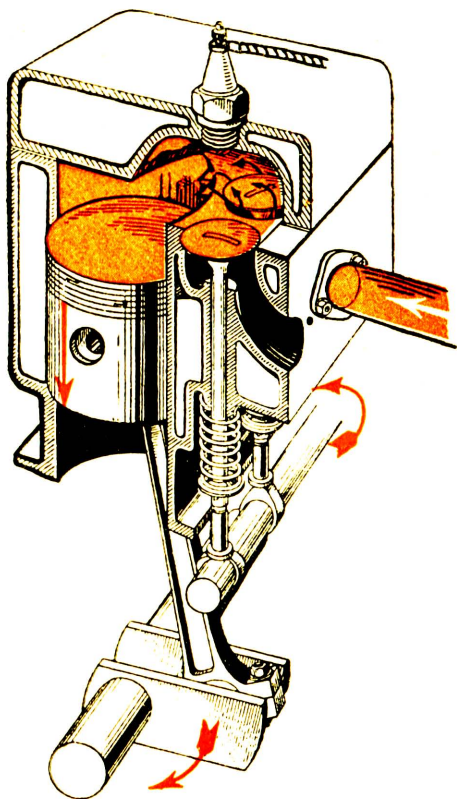
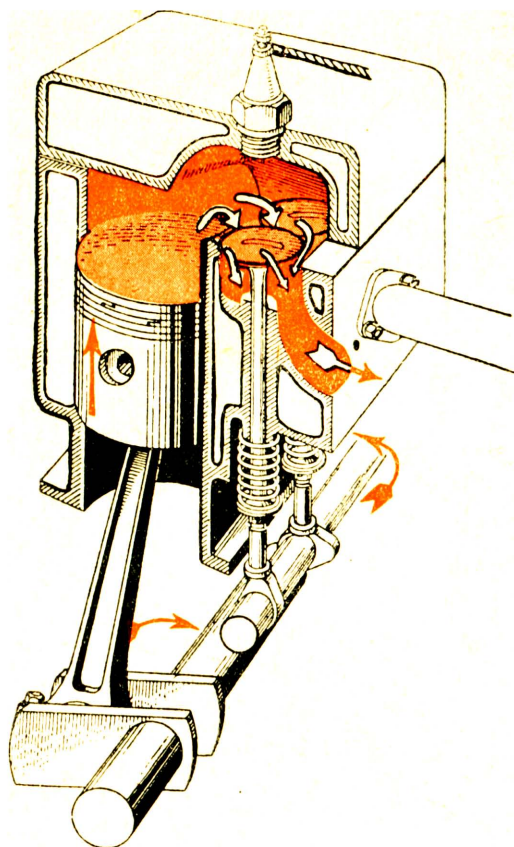
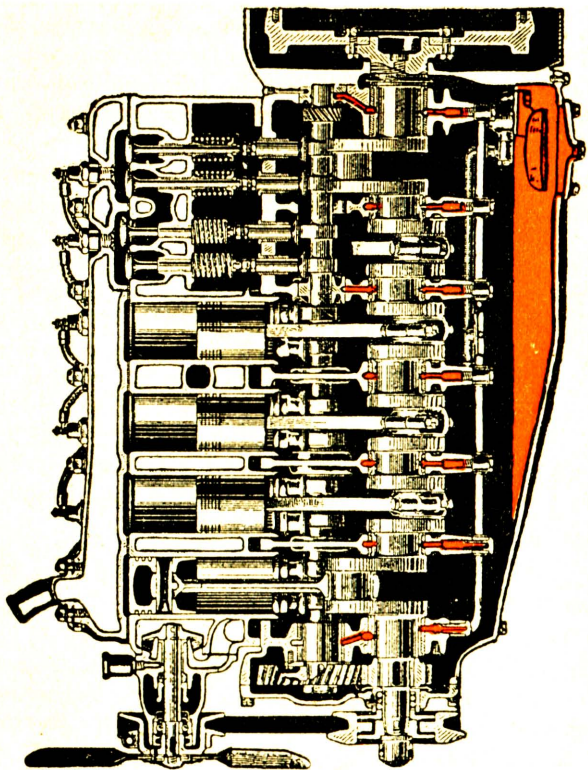

Рис. 3. Всасный сув.
Рис. 7. Сув вихлиний.
Рис. 8. Шестицилиндровий радіальний рушій.
Складові частини, конструкція і спосіб праці чотирохсувного рушія Отта з'ображені на рис. 3 до 8.
Підставою є **блок циліндрів** або вальців (рис. 8) прикритий згори **головою**, а знизу — **картером**. В циліндрах чи вальцях, певто докладно шліфованих отворах уміщений є **толок** в формі оберненого догори дном горшка, що може рухатися вгору і вниз. В толоці закріплений, при допомозі **пальця толокового**, **хитун** або гонок. Другий кінець хитуна, закріплений оборотово на коліні **валу колінчасто-**
го чи корбового, що може обертатися в **ложах** прикріплених до блоку циліндрів. Таким чином, хитун переносить посувний рух толока на колінчастий вал або навпаки. Ложа мають **панівки** вилляті білим металем (композицією) для охорони чопів. Коли коліно валу займе горішнє пряме (вертикальне) положення, то толоч знайдеться в горішньому скрайньому положенні, яке зветься **горішнім мертвим положенням**. По обороті коліна о  $180^\circ$  в низ, толоч займе **долішнє мертве положення**. Рух толока з горішнього мертвого положення в долишнє або навпаки — звемо одним **сувом** або **тактом**. Рушій **чотирисувний** або **чотиротактний** виконує один перебіг праці, що стало повторяється, в чотирьох сувах чи тактах. Паливо в формі розпорошеної в повітря бензини входить до циліндра **всисним отвором**, який відчиняє і зачиняє **всисний хлипак** (рис. 3). Запалює суміш повітря з бензиною електрична іскра, що повстає в **запаловій свічці**. Свічка є вкручена в голові мотору і входить до так званого компресійного простору між толоком і головою мотору. Гази спалення виходять **вихлипним отвором** (гляди рис. 7), що відчиняється і зачиняється **вихлипним хлипаком**. Кожен циліндер (валець) має 2 хлипаки: всисний і вихлипний, що рухаються від **кулачкового вална**. Кулачковий валок одержує потіг від колінчастого валу через пару зубчастих коліс (гл. рис. 8). Циліндер і голова мають подвійні стінки, поміж якими пропливає вода, що холодить мотор, якщо він не холодиться повітрям.
1. **Сув всисний**. Толоч знаходиться в горішньому мертвому положенню, всисний хлипак саме відкрився. Обертаємо колінчастий вал (напр. при допомозі корби) вправо. Толоч рухається вниз і засисає через всисний провід і хлипак суміш (рис. 3). Толоч осягає долишнє мертве положення і всисний хлипак зачиняється.
4. **Сує вихлипний.** Силою розгону вал обертається дальше, толок рухається вгору (рис. 7) і викидає через відкритий вихлипний отвір газу спалення. В поблизу горішнього мертвого положення відкривається хлипак всисний і закривається вихлипний і, по переході мертвого положення, починається слідуючий перебіг праці.
2. Зламана пружина, що притискає хлипак до його гнізда (гл. рис. 3 до 8).